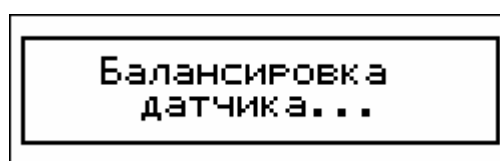

Рис. 22. Информационное сообщение
*Примечание: при первом вызове Селективного режима (из основного меню) прибор производит проверку балансировки датчика и при необходимости корректирует ее. Такая корректировка может потребоваться, например, при резкой смене температуры воздуха. Во время подстройки на экране кратковременно появится предупреждающая надпись (см. рис. 22.). Чтобы подстройка прошла правильно, вблизи датчика не должно быть массивных металлических предметов. Поэтому в этот момент необходимо держать датчик на расстоянии не менее 30 см от грунта и металлических предметов.*
В верхнем правом углу(см. рис.22) индицируются текущее напряжение аккумуляторной батареи. Зная конкретный тип аккумулятора можно примерно оценивать степень его остаточного заряда.